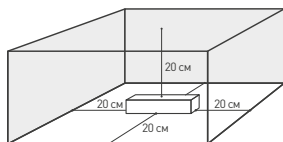
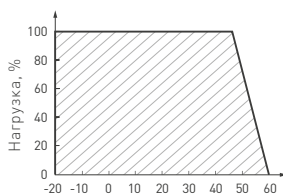

Рис. 2.
Рис. 3.
- 4.2. Для соблюдения температурного режима работы обеспечить не менее 20 см свободного пространства вокруг источника тока (см. рис. 2). При необходимости используйте принудительную вентиляцию. График зависимости мощности источника тока от температуры окружающей среды представлен на рис. 3.